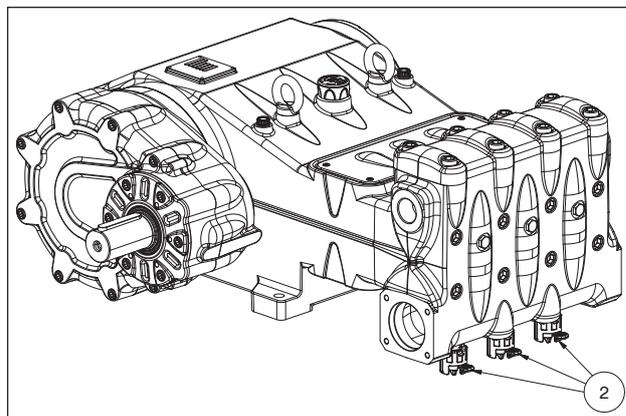
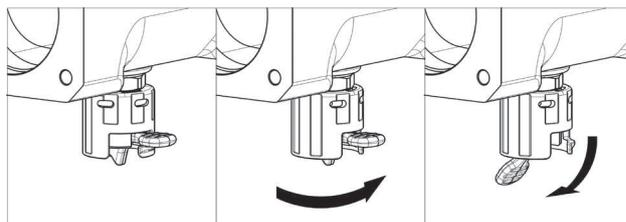

Рис. 9
Рис. 10
**В случае длительного хранения на складе или продолжительного простоя необходимо восстановить правильность работы всасывающих клапанов путем открытия трех толкателей клапанов (см. поз. ② Рис. 9). Перед следующим запуском насоса проверьте, закрыты ли клапаны. Рабочее и нерабочее положение см. на Рис. 10.**